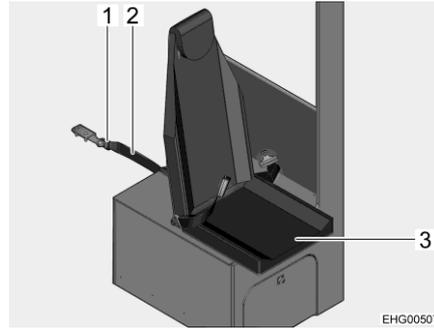

Fig. 18 Retención del asiento de enchufe
- Encajar el cinturón de retención (Fig. 18,2) en la hebilla (Fig. 18,1) en la columna B.
- Plegar la superficie de asiento (Fig. 18,3) hacia abajo.